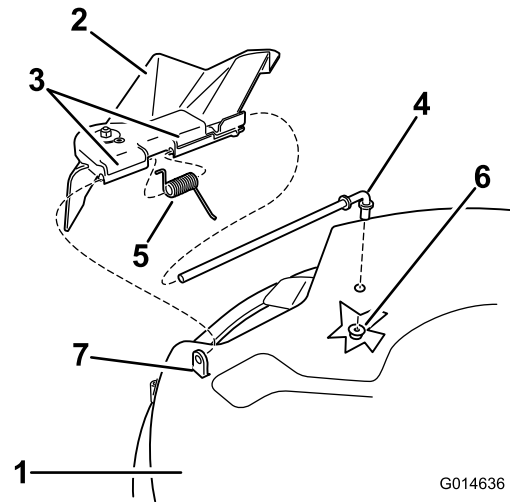
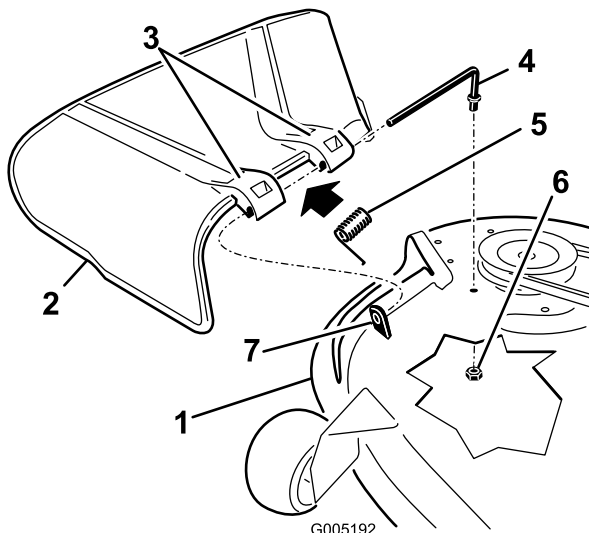

Bild 65
Bild 66
1. Entfernen Sie die Mutter (3/8") von der Stange unter dem Mähwerk (Bild 65 und Bild 66).
- Schieben Sie die Stange aus dem kurzen Abstandsbolzen, der Feder und dem Ablenkblech (Bild 65 und Bild 66).
- Montieren Sie das Ablenkblech (Bild 65 und Bild 66).
- Schieben Sie die Stange durch die zweite Halterung am Grasablenkblech (Bild 65 und Bild 66).
- Befestigen Sie das hintere Stangenende mit einer Mutter (3/8") am Mähwerk, wie in Bild 65 und Bild 66 abgebildet.